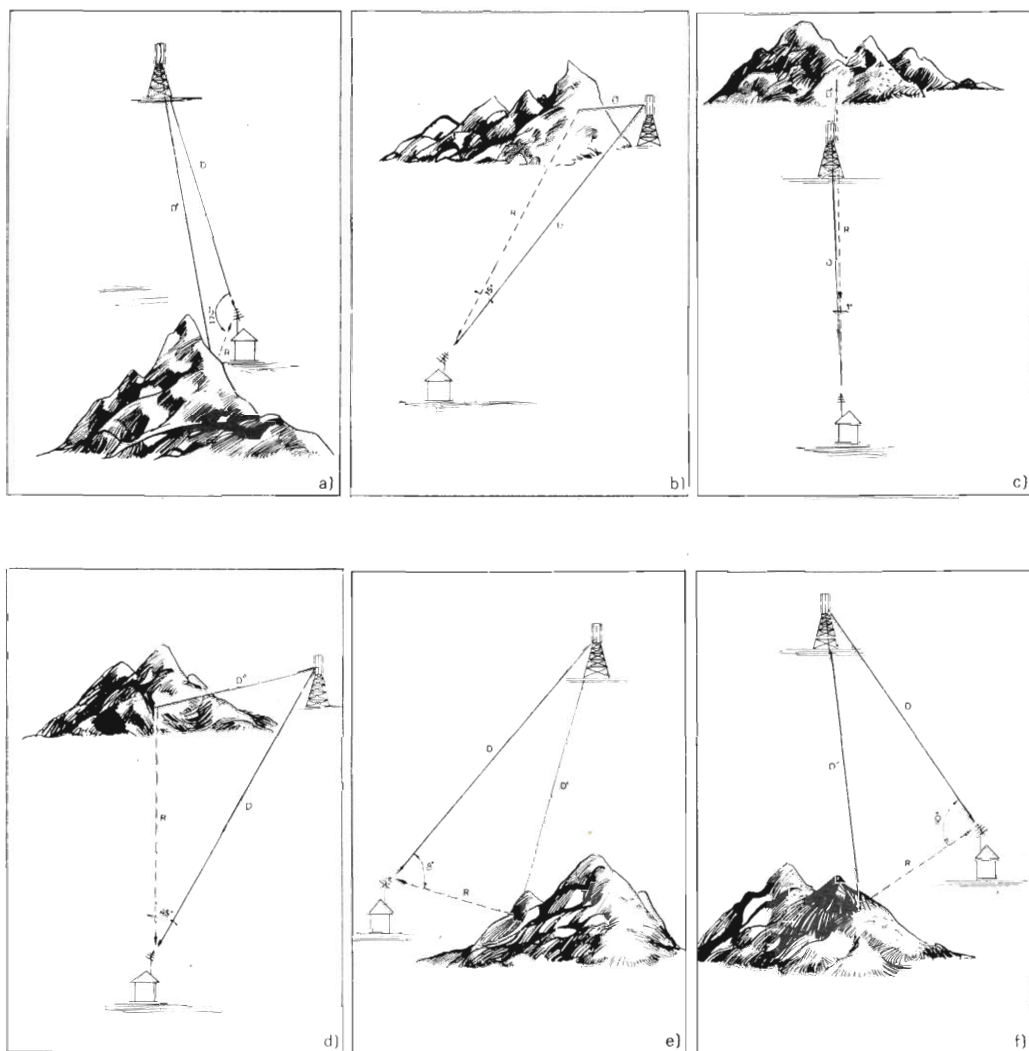

Fig. 4 - Esempi vari di riflessioni, le quali possono arrivare al ricevitore da qualsiasi direzione.
Ammettiamo pertanto che il minimo ritardo, perché si abbia una effettiva sdoppiatura, sia quello corrispondente a  $1/20$  di quadretto. Tenuto conto che la velocità di propagazione delle onde elettromagnetiche è di circa  $300.000 \text{ km al secondo}$ , risulta che una riflessione provocherà un effetto disturbante sullo schermo soltanto se il percorso del raggio incidente sull'ostacolo e poi riflesso sul ricevitore è maggiore di almeno una settantina di metri rispetto a quello del raggio ricevuto direttamente. Quanto sopra è illustrato negli esempi della *fig. 4* ed è chiaro che il maggior percorso del raggio indesiderato non coincide affatto con la distanza dell'ostacolo riflettente dal ricevitore, poiché tale distanza dipende evidentemente dalla posizione dell'ostacolo stesso.
Se l'ostacolo eccezionalmente, come nell'esempio *a)* della *fig. 4* si trova alle spalle del ricevitore, la sua distanza sarà pari alla metà del maggior percorso, mentre se si trova davanti, come nel caso *b)*, praticamente allineato con il trasmettitore, il raggio riflesso non subisce quasi ritardo rispetto a quello principale, e pertanto non vi sarà nessun effetto apprezzabile sul teleschermo.
**Riflessione disturbante unica** - Immaginiamo quindi che sia presente un'unica riflessione disturbante la quale, salvo casi molto rari, arriverà al ricevitore sotto un'angolo sensibile rispetto alla direzione del segnale principale, come nell'esempio *a*) già visto ed in quelli *d*), *e*) e *f*) della *fig. 4*. Nella *fig. 5-a* uno di tali casi è messo in evidenza ed è riferito al diagramma di direttività dell'antenna ricevente. Facciamo l'ipotesi che il campo del segnale riflesso sia notevole, pari ad esempio alla decima parte (inferiore di 20 dB) di quello del segnale principale. Il caso è raro ma non impossibile: anzi, se eccezionalmente il segnale riflesso proviene da un ostacolo in vista del trasmettitore mentre l'antenna ricevente ne risulta schermata, esso potrà anche avere maggior intensità di quello principale, costituito in tal caso da raggi rifratti o diffratti.